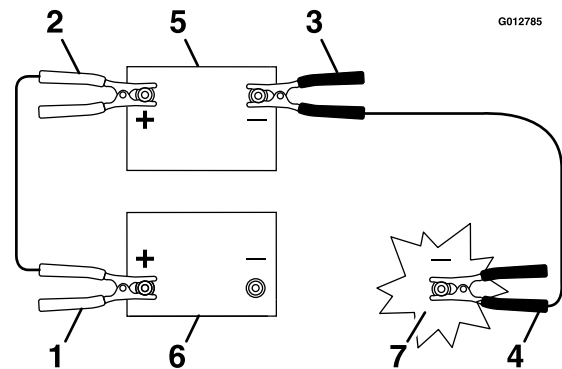

Figura 77
3. Conecte la abrazadera del cable positivo (+) (color rojo) al borne positivo (+) de la batería descargada (Figura 77).